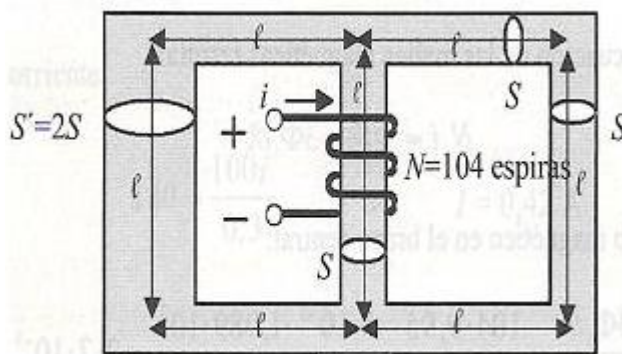

Fig. 6
7.-Calcular la intensidad que debe aplicarse a la bobina del circuito magnético de la Fig.6 para establecer en la columna derecha un flujo de 1 mWb. La permeabilidad relativa se supone que es constante en todos los puntos y cuyo valor es de 400; la sección  $S = 10$  cm2 es la misma en toda la estructura, excepto en la columna izquierda, que vale 20 cm2. La longitud  $l$  es igual a 10 cm. Calcular también el flujo en el brazo central.